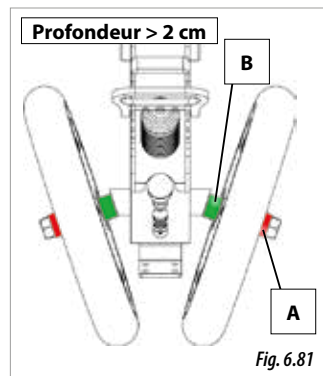

Fig. 6.81
- **PROFONDEUR DE SEMIS SUPÉRIEURE À 2 cm** : montez les bagues d'espacement A (étroite) et B (large) comme illustré sur la figure 6.81.